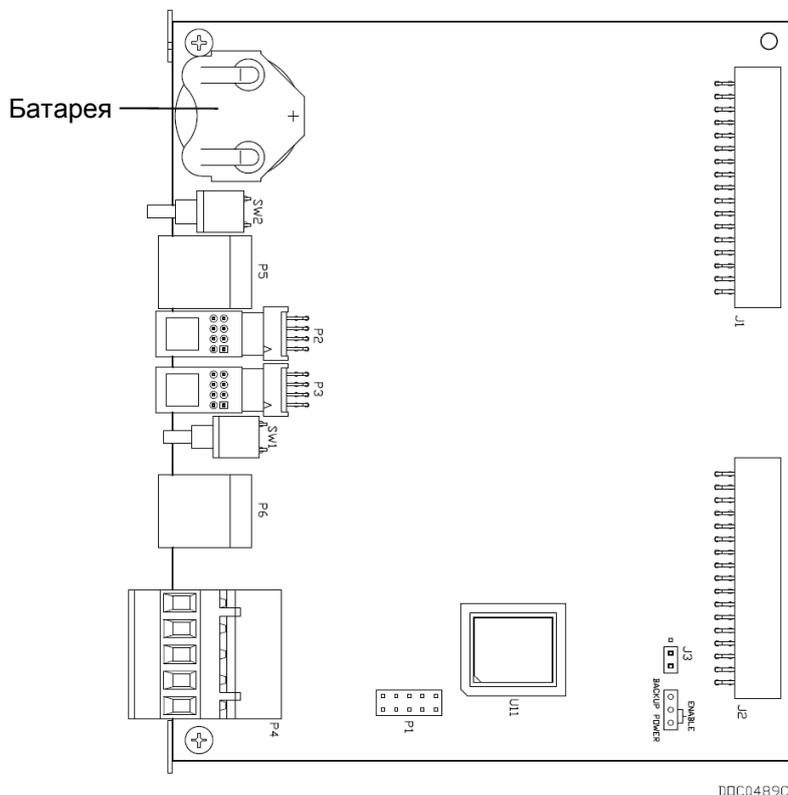

Рис. 3-5. Резервная батарея на модуле центрального процессора
**Примечание:** Если планируется продолжительное хранение ROC800, также извлеките внутреннюю резервную батарею, которая находится в модуле центрального процессора (см. *рис. 3-5*).
3. Установите предохранитель в цепь источника питания (см рис. 3-5).
4. Вставьте каждый зачищенный конец провода в зажим под винтом клеммы ВАТ+ или ВАТ– (см. *рис. 3-5*).